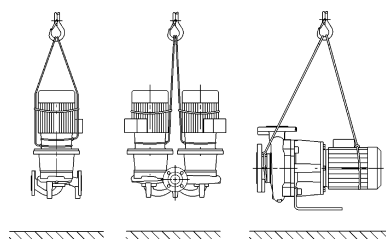

Fig. 1 : Transport de la pompe
- Les œillets de transport servent ici de guidage lors de la suspension de la charge (fig. 1).